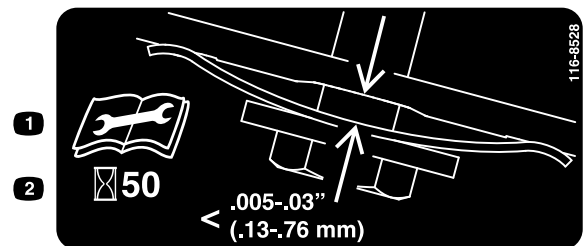

Figura 37
3. Sujete una galga ajustada a entre 0,13 y 0,76 mm contra el tabique y deslícela hacia abajo por detrás del muelle tensor de la correa; consulte Figura 37.